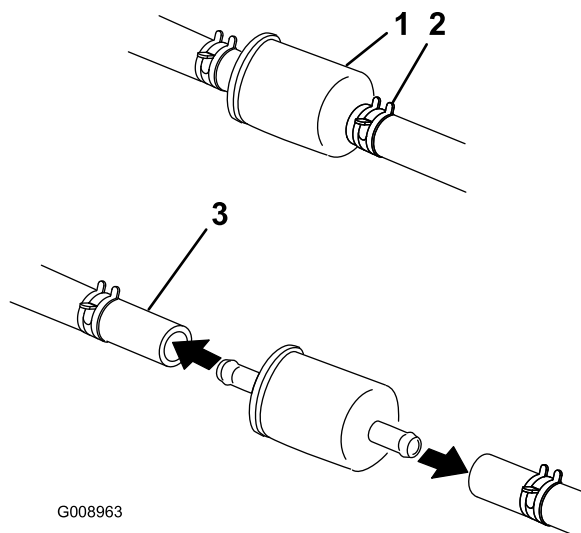

Figure 45
3. Laissez refroidir la machine (Figure 45).
4. Pincez les extrémités des colliers et éloignez les colliers du filtre (Figure 45).
6. Posez un filtre neuf et rapprochez les colliers de fixation du filtre (Figure 45).